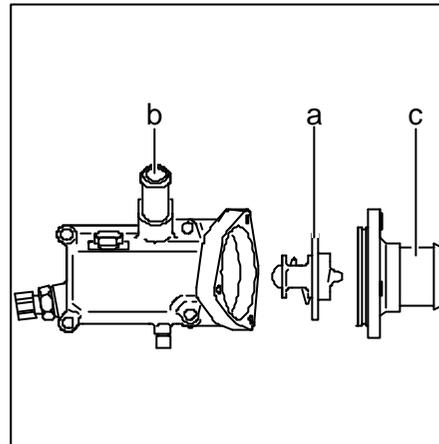

Fig. 1
- À déposer le couvercle (Rep. **c**, Fig. 1) fixé sur le boîtier d'eau (Rep. **b**, Fig. 1),
- À retirer le calorstat (Rep. **a**, Fig. 1) et supprimer les deux pattes métalliques qui supportent la partie centrale de celui-ci afin de ne conserver que la partie extérieure,